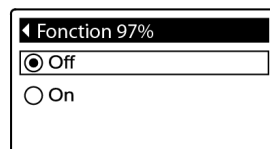

FIG.72
**8c. Fonction 97% :** Si un point noir figure déjà en face de l'option souhaitée (Figure 72), passez à l'étape 9. Sinon, appuyez sur DESCENDRE (▼) ou MONTER (▲) pour parcourir jusqu'à l'option souhaitée, puis appuyez sur SELECT (O) pour valider votre sélection. Si cette fonction est activée, l'adoucisseur se régénérera automatiquement lorsque 97% de la capacité sera utilisée, à tout moment de la journée. Par défaut, la fonction est désactivée.